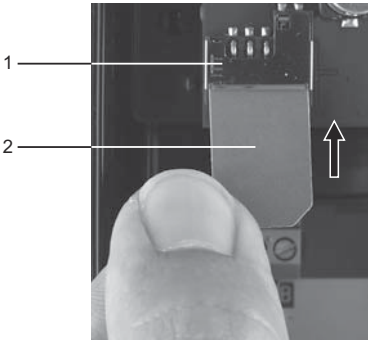

Abb. 4 Einsetzen der SIM-Karte
- 3. Setzen Sie die SIM-Karte in das CIM 260 oder CIM 280 ein. Siehe Abb. 4.
Die abgeschragten Kanten der SIM-Karte mussen nach unten zeigen. Siehe Abb. 4.